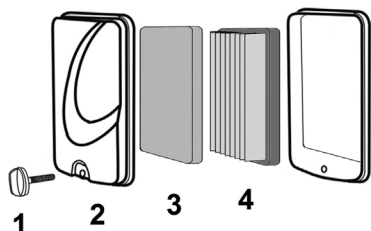

Рис. 22 Обслуживание воздушного фильтра PC5431F
1. Выкрутите болт (1) и снимите крышку воздушного фильтра (2) (Рис. 22).
2. Извлеките предварительный поролоновый (3) и основной бумажный (4) воздушные фильтры (Рис. 22).
4. При незначительном загрязнении промойте предварительный поролоновый фильтр (Рис. 22 п. 3) теплым мыльным раствором и просушите. Поврежденный или сильно загрязненный поролоновый фильтр замените.
Бумажный фильтрующий элемент (Рис. 22 п. 4) не подлежит очистке, необходима его замена. Не продувайте основной бумажный фильтр сжатым воздухом, не промывайте его в бензине и других растворителях. Эксплуатация двигателя с грязным или поврежденным воздушным фильтром, или без воздушного фильтра приведет к попаданию грязи и пыли в карбюратор и двигатель, что в свою очередь, станет причиной его быстрого износа. Двигатель в этом случае не подлежит ремонту по гарантии.